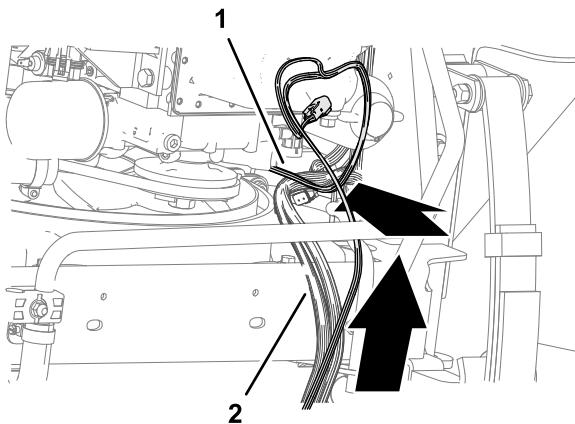

Figura 95
- Na parte inferior, na parte traseira do radiador, encaminhe a cablagem por cima, ao longo da cablagem da máquina (Figura 95).